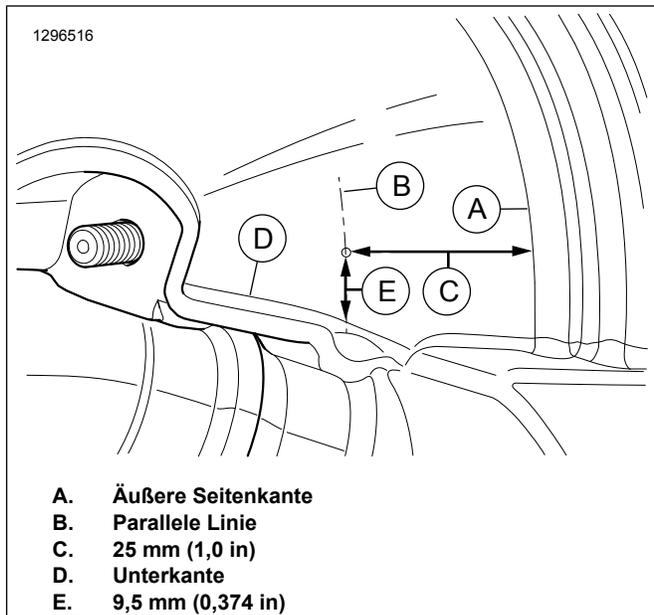

Abbildung 10. Bohrstelle
11. Siehe Abbildung 10. Ein Loch in die Rückseite der unteren Verkleidung bohren.
- a. Im angegebenen Abstand (C) von der äußeren Seitenkante (A) eine parallele Linie (B) ziehen.